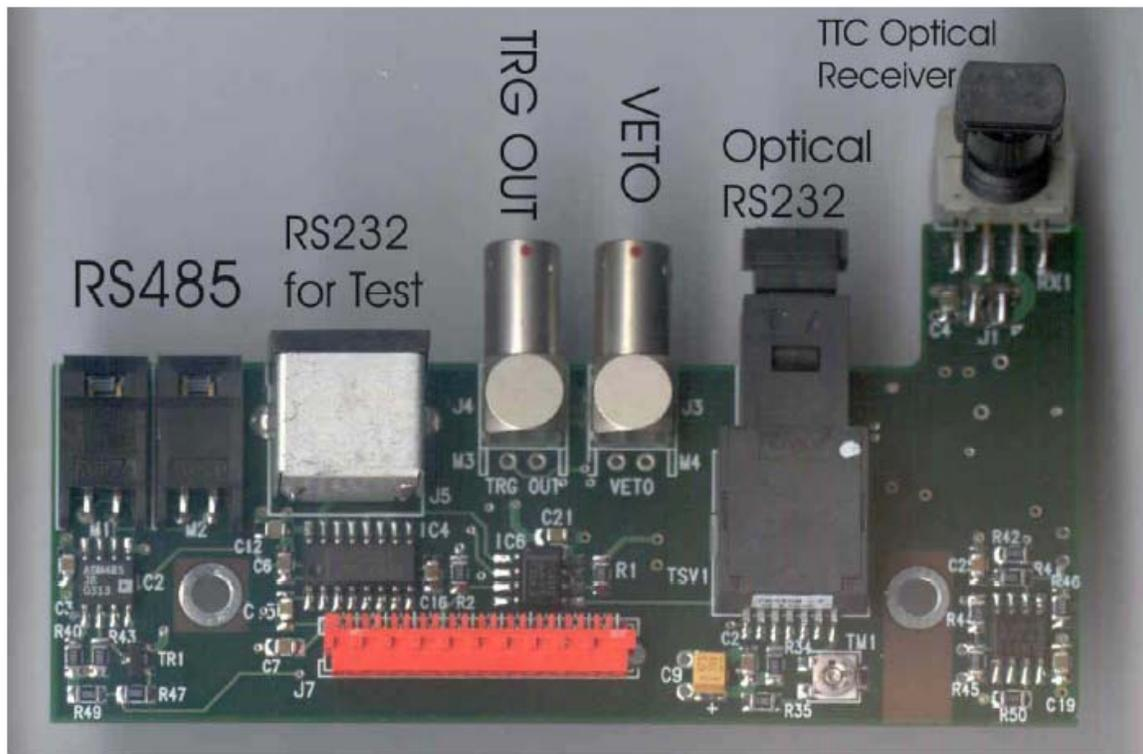

Figura 24: Link Board Connections (both RS485 connectors are equivalent)
- Connettere fibra TTC, fibra RS232 Ottica, e RS485 (vedi Figura 24). Riguardo alla RS485 i due connettori sono equivalenti.